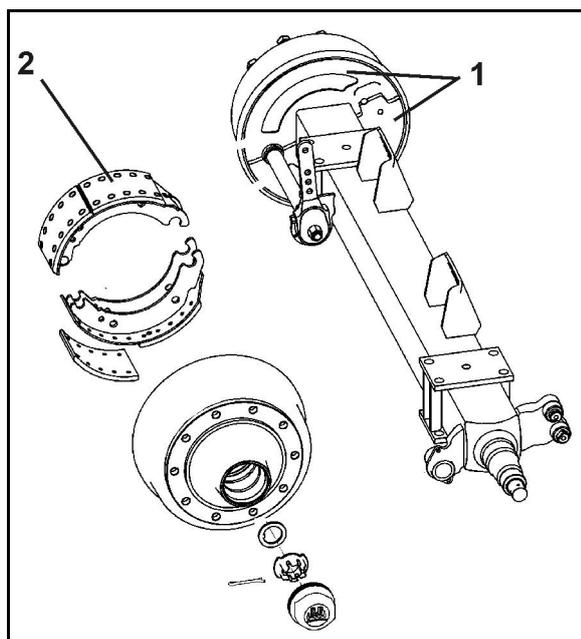

Fig. 136
1. Desenroscar las dos cubiertas protectoras (Fig. 136/1) de la parte interior del tambor del freno.
La suciedad procedente del exterior puede acumularse sobre los forros del freno (Fig. 136/2) y perjudicar seriamente el rendimiento de frenado.